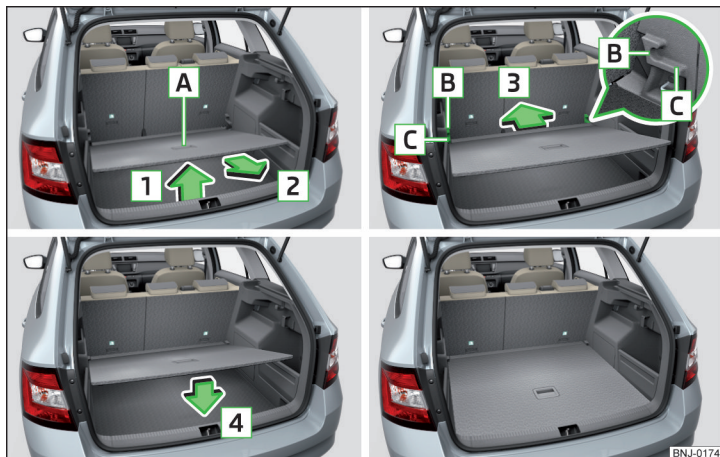

Bild 106 Ställa in det variabla lastgolvet i det övre läget
- › Ta tag i det variabla lastgolvet handtag **A** » bild 106.